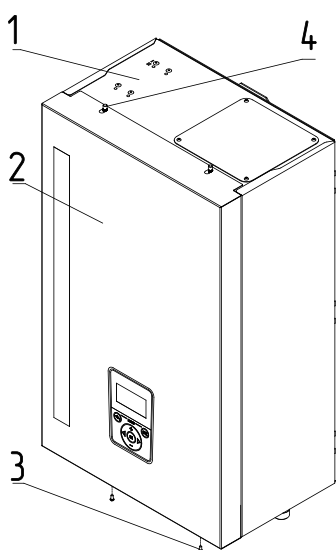

Рис.11 Снятие кожуха
- выкрутить болты крепления (**рис.11 поз.3**);
- переместить кожух вверх, сняв с зацепов (**рис.11 поз.4**);